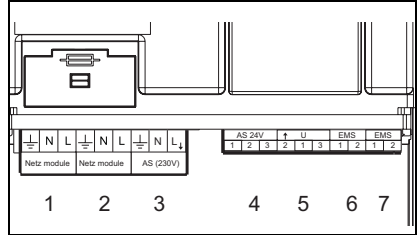
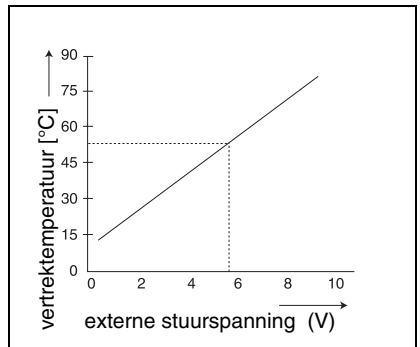

Fig. 2 Aansluitingen
Fig. 3 0 – 10V diagram
- Sluit de EMS-aansluiting (fig. 2, pos. 6) van de EM10 met een 2-aderige kabel aan op de RC (of )-aansluiting van de cv-ketel (eventueel parallel aan de thermostaat).
- a) De AS 24V aansluiting (fig. 2, pos. 4), dit is een potentiaalvrij schakelcontact voor laagspannings-signalen tot 24 V. Dit storingssignaal kan bijvoorbeeld door een gebouwbeheersysteem worden uitgelezen.
- b) De AS 230V aansluiting (fig. 2, pos. 3), hiermee kan bijvoorbeeld een claxon of alarmlamp worden aangestuurd. Bij storing staat op deze aansluiting 230 VAC spanning.
De EM10 kan gebruikt worden als interface tussen de cv-ketel en bijvoorbeeld een gebouwbeheersysteem. Door middel van een 0-10 VDC signaal (fig. 2, pos. 5) kan de vertrektemperatuur of het vermogen worden aangestuurd (fig. 3).
Deze regeling wordt geactiveerd door een doorverbinding te maken tussen pin 1 en 3 op deze aansluiting. Zie fig. 2, pos. 5 en aansluitschema op pag. 47. De EM10 vertaalt het 0-10 V signaal naar een vermogenssetpoint. Dit verband is lineair, zie tabel 2.